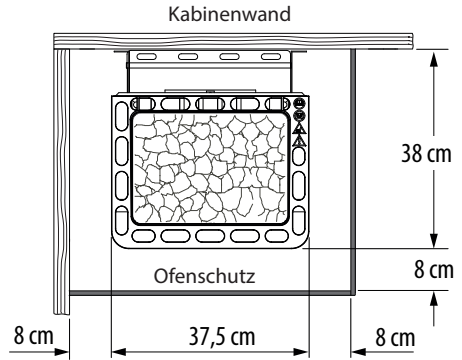

Abb. 2
- Bei der Montage des Ofens ist darauf zu achten, dass der Abstand zwischen Oberkante Ofen und Kabinendecke mind. **90 cm** und der horizontale (seitliche) Abstand zwischen Ofen und Kabinenwand mindestens **8 cm** beträgt (Abb. 2).